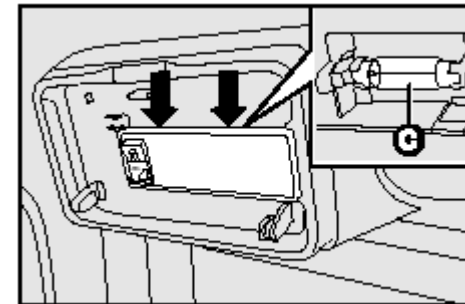

рис. 45
- Замените лампу **С** – **рис.45** для этого надо ее извлечь из боковых контактов, установите новую лампу и убедитесь, что новая лампа надежно зафиксировалась в контактах;